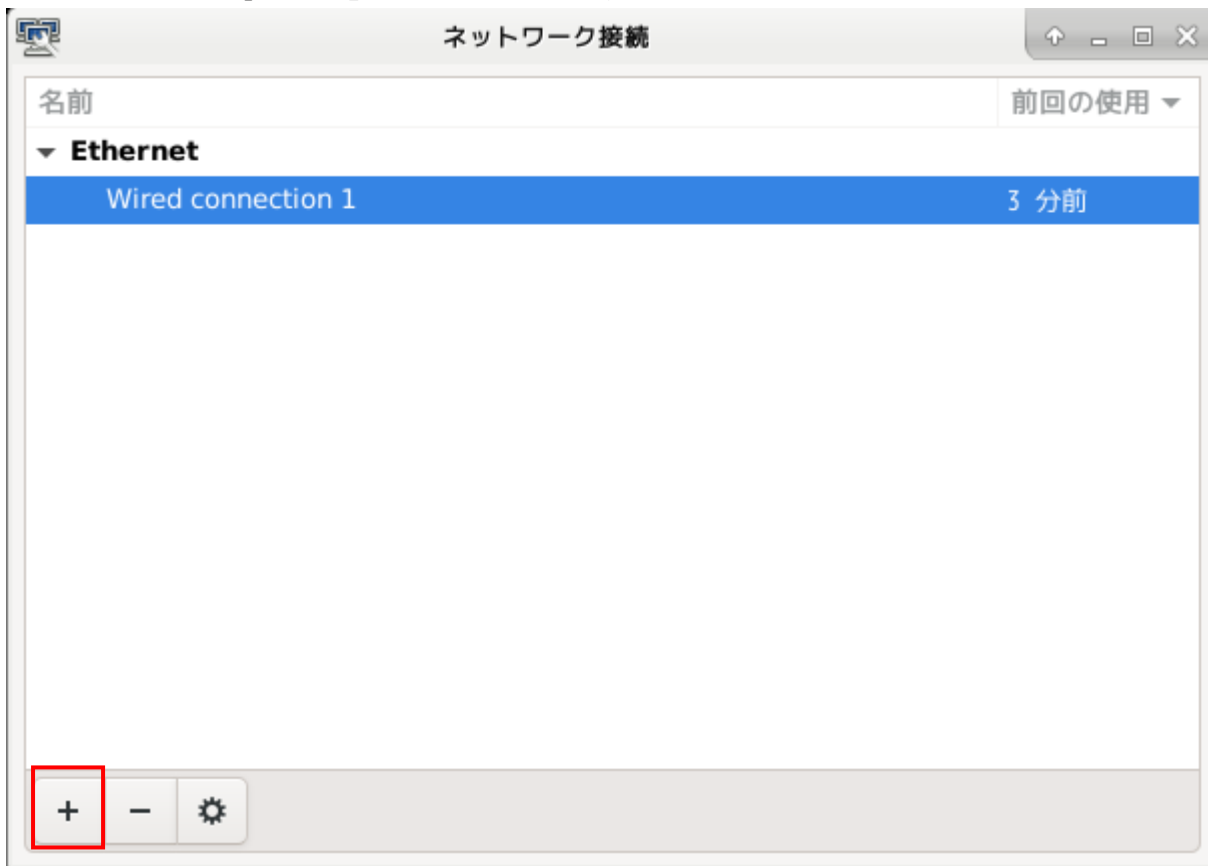

図 4-6-2. ネットワーク設定画面
- ③ 図 4-6-2 のようなネットワーク設定画面が起動します。